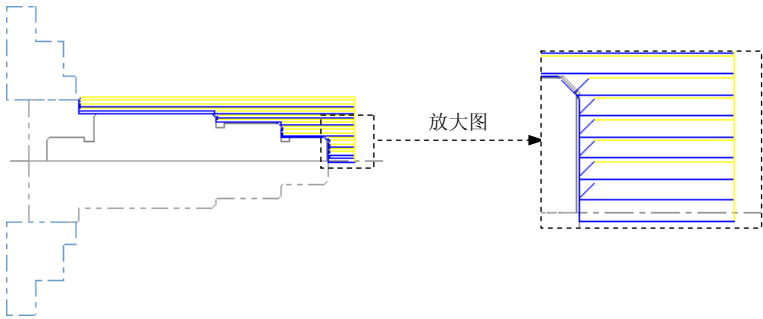

图 18.5 刀具路径
(1) 在“车床粗加工 属性”对话框中单击 **粗加工参数** 选项卡，然后单击 **L 进/退刀向量** 按钮，系统弹出“进退/刀设置”对话框。
(2) 在“进退/刀设置”对话框中单击 **引出** 选项卡，选中 ☒ **L 增加线段** 复选框并单击该按钮，此时系统弹出“New Contour Line”对话框。
(3) 在“New Contour Line”对话框中的 **Length:** 文本框中输入 10，在 **Angle:** 文本框中输入 180，然后单击 **✓** 按钮。
(4) 单击“进退/刀设置”对话框中的 **✓** 按钮，系统返回至“车床粗加工属性”对话框。然后在 **素材的辨识** 下拉列表中选择 **使用素材做为外边界** 选项。
Step6. 单击“车床粗加工 属性”对话框中的 **✓** 按钮，完成粗车参数的设置，此时系统将自动生成图 18.5 所示的刀具路径。